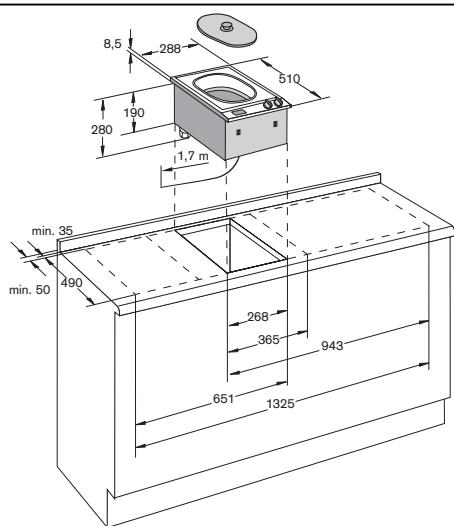

Fig. 16
**- Réalisez la découpe dans votre plan de travail pour un ou plusieurs appareils Vario.** Pour ce faire, basez-vous sur le schéma de pose et le tableau des cotes. Ce dernier indique l'encombrement de la barrette de jonction entre les appareils. **Important !** L'angle entre la surface de coupe et le plan de travail doit être de 90° (fig. 16).